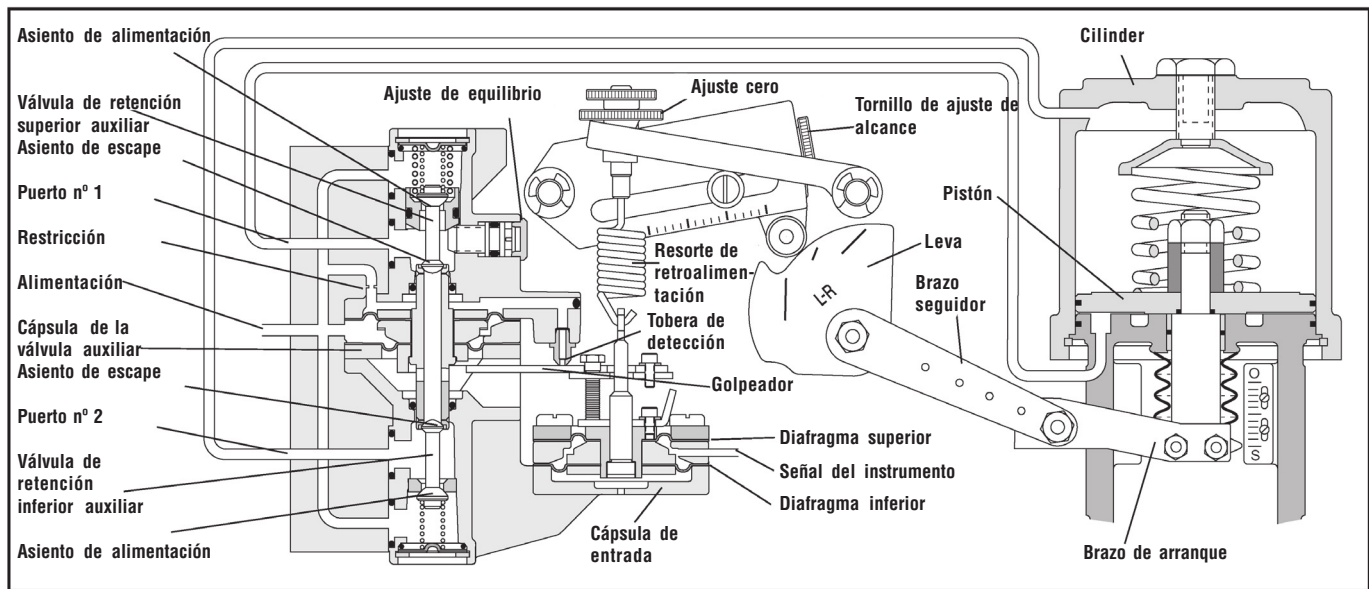

Figura 1: Esquema del posicionador XL en aire-abrir
El esquema del posicionador (Figura 1) muestra un posicionador de la Serie XL conectado para un servicio de doble acción a un accionador lineal. La tensión en el resorte de retroalimentación retroalimenta al posicionador, que varía a medida que varía el posicionador del vástago. La fuerza de carga del resorte se aplica, mediante las uniones y el vástago de retroalimentación, a la cápsula de entrada del posicionador.
1. Colocar la abrazadera sobre el vástago del accionador con el saliente en el lado derecho, tal y como se ilustra en la figura 1.